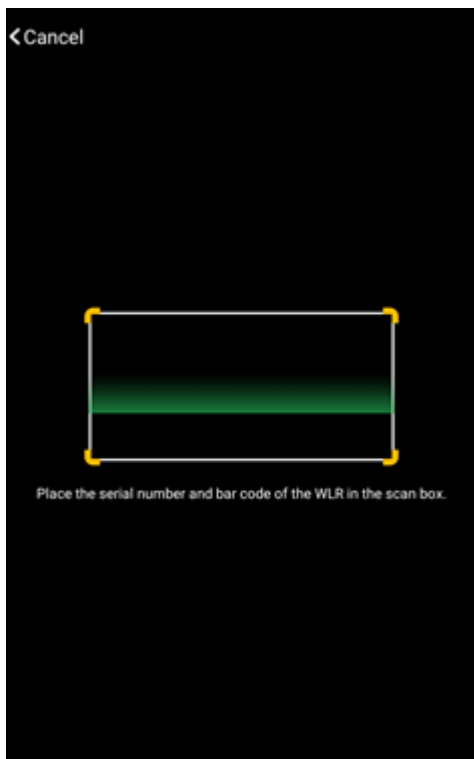

Figura 21. Escanee el número de serie del WLR.
- Haga clic para habilitar la función de escaneo (Figura 21). La etiqueta impresa con el código de barras WLR SN se coloca en la caja de embalaje. Al acceder a la función de escaneo, el usuario necesita obtener permiso para usar la cámara del dispositivo. Haga clic en Confirmar o Permiso en este punto.